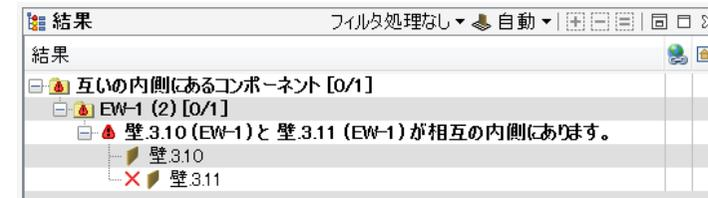

図5 5 案件
- 5) 小さな方の壁（壁 3.11）がルールによって、自動的に「除外」としてマークされています。（図5 5を参照）